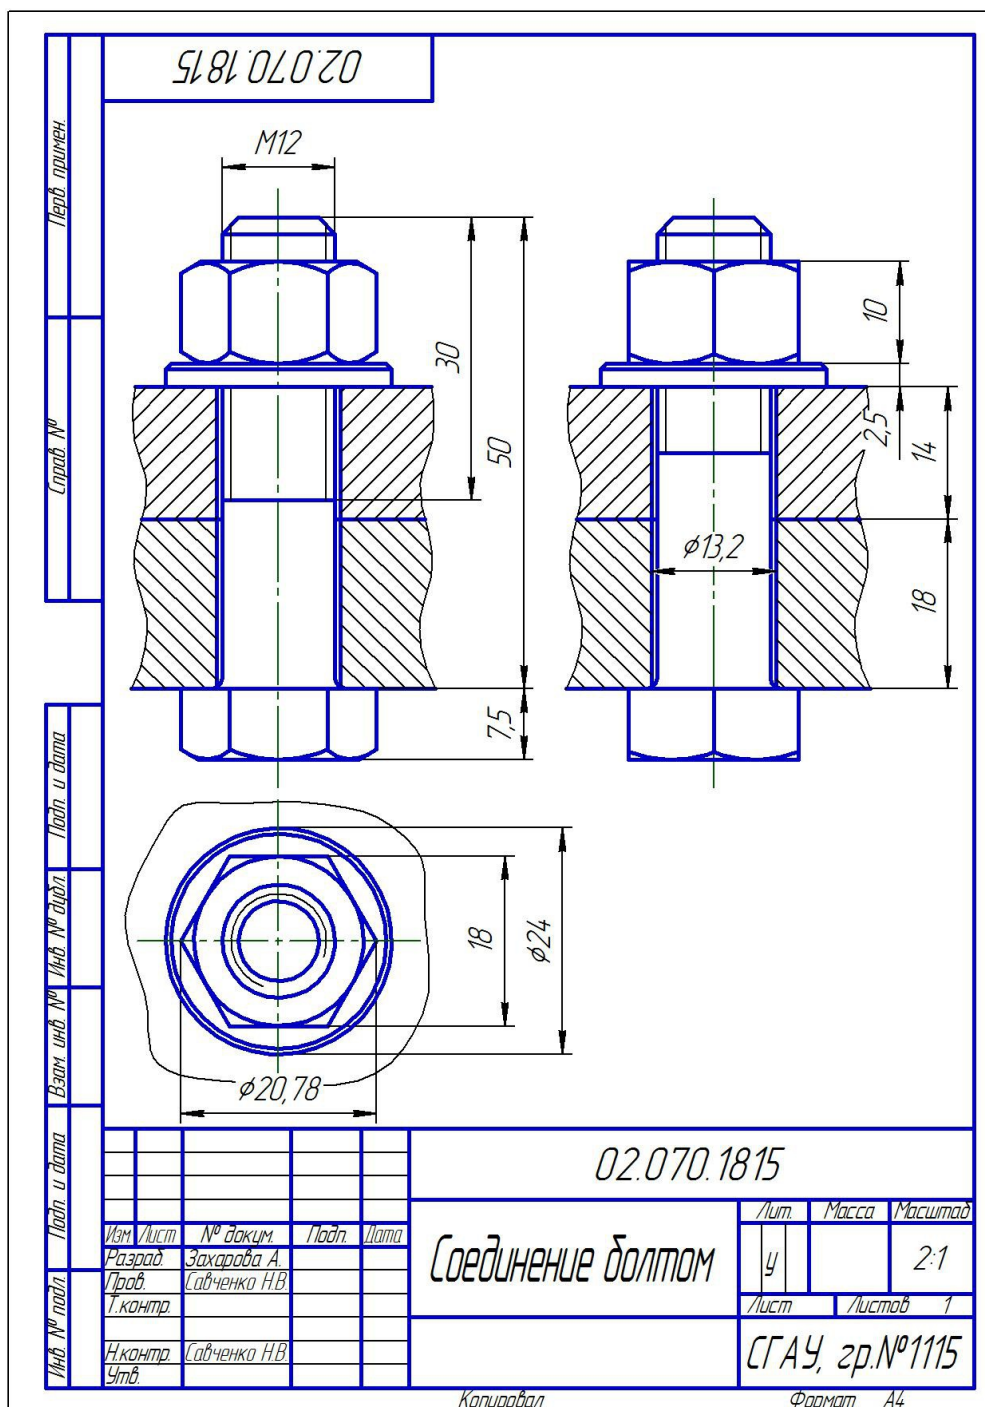

Рис. 2.1. Графическое задание для построения чертежа «Соединение болтом»
**Задание:** Используя прикладную библиотеку КОМПАС-3D «Конструкторская библиотека» по размерам индивидуального варианта задания, создать чертеж «Соединение болтовое» (рис. 2.1). (В данном примере рассмотрено построение болтового соединения  $M12$  деталей толщиной  $S_1=18$ ,  $S_2=14$ ).
Чертеж соединения включает в себя три изображения (рис. 2.1) – один вид и два разреза, расположенных в непосредственной проекционной связи. Для их построения можно воспользоваться системным видом 0, если габариты заданного соединения позволяют разместить его на формате А4 в масштабе 1:1. Однако из соображений удобства компоновки чертежа целесообразней воспользоваться новым видом 1.9